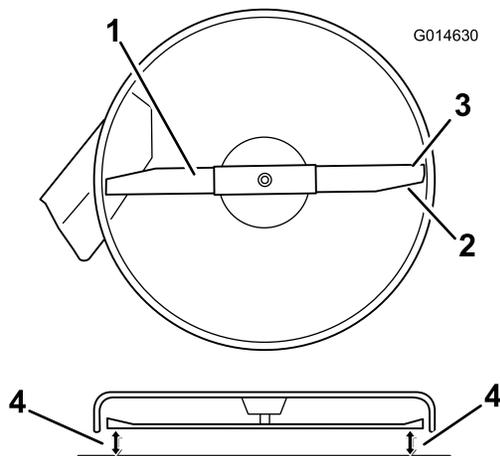

Bild 49
4. Drehen Sie die Messer vorsichtig, damit sie alle seitlich gestellt sind (Bild 49).